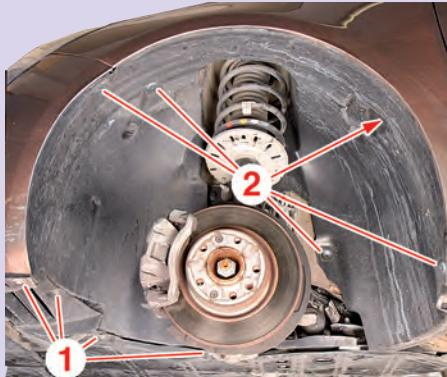
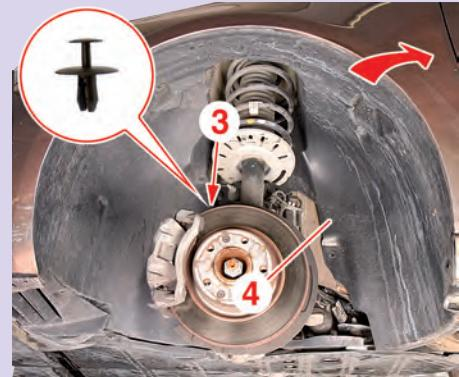

Fig.1
Fig.2
• Déposer (Fig.1) :
- les vis (1) à l'aide de la clé [1],
- les vis (2) à l'aide du tournevis [2].
• Déposer (Fig.2) :
- l'agrafe (3) à l'aide de la pince [3],
- le pare-boue (4).